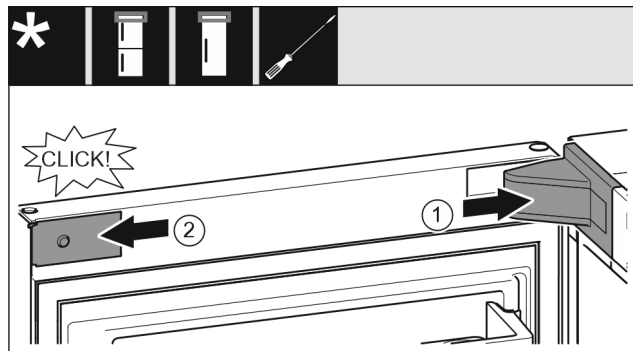

Fig. 21
- Vendosni kapakun mbulues të bazamentit mbështetës Fig. 21 (1) dhe mbërthejeni në vend, duke i ndarë nga njëri-tjetri nëse nevojitet.
- Vendosni panelin mbulues Fig. 21 (2) anash dhe mbërthejeni në vend.